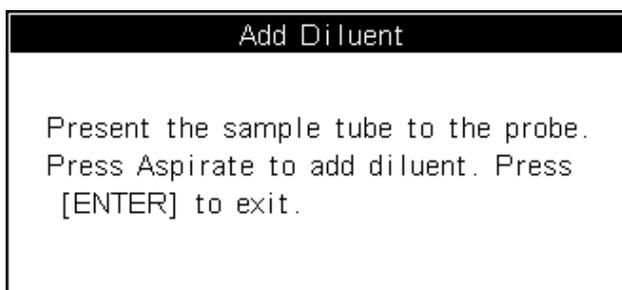

Рисунок 6-3 Сообщение о том, как диспенсировать дилуэнт
3. Нажмите [DILUENT](дилуэнт), чтобы появилось сообщение о том, как произвести дилуцию образца в пробирке, как описано на **рис. 6-3**;